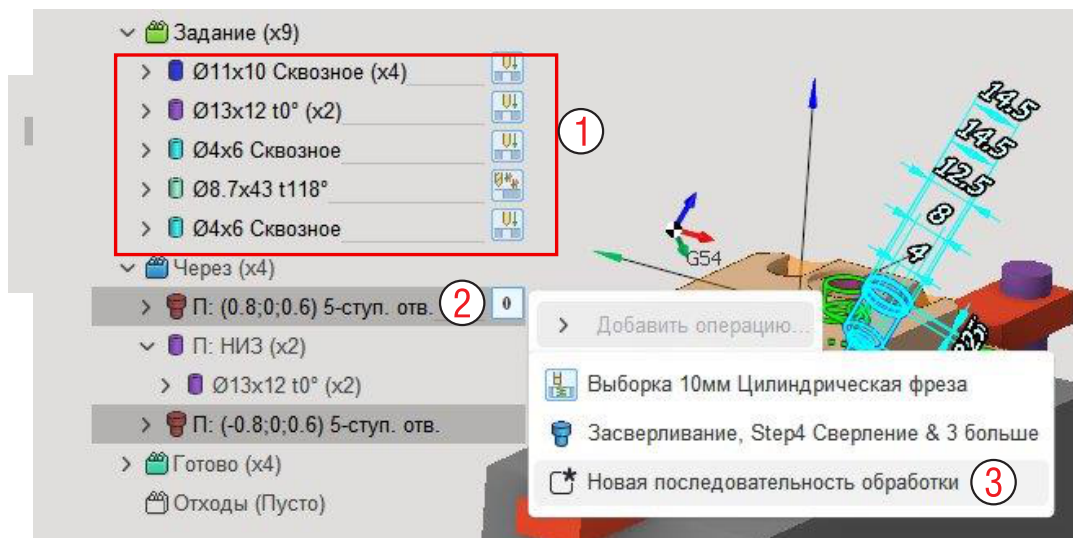

Рис. 8-20. Задание новой последовательности обработки. Шаг 1.
На рис. 8-20 показаны элементы с уже назначенной технологией (1)).